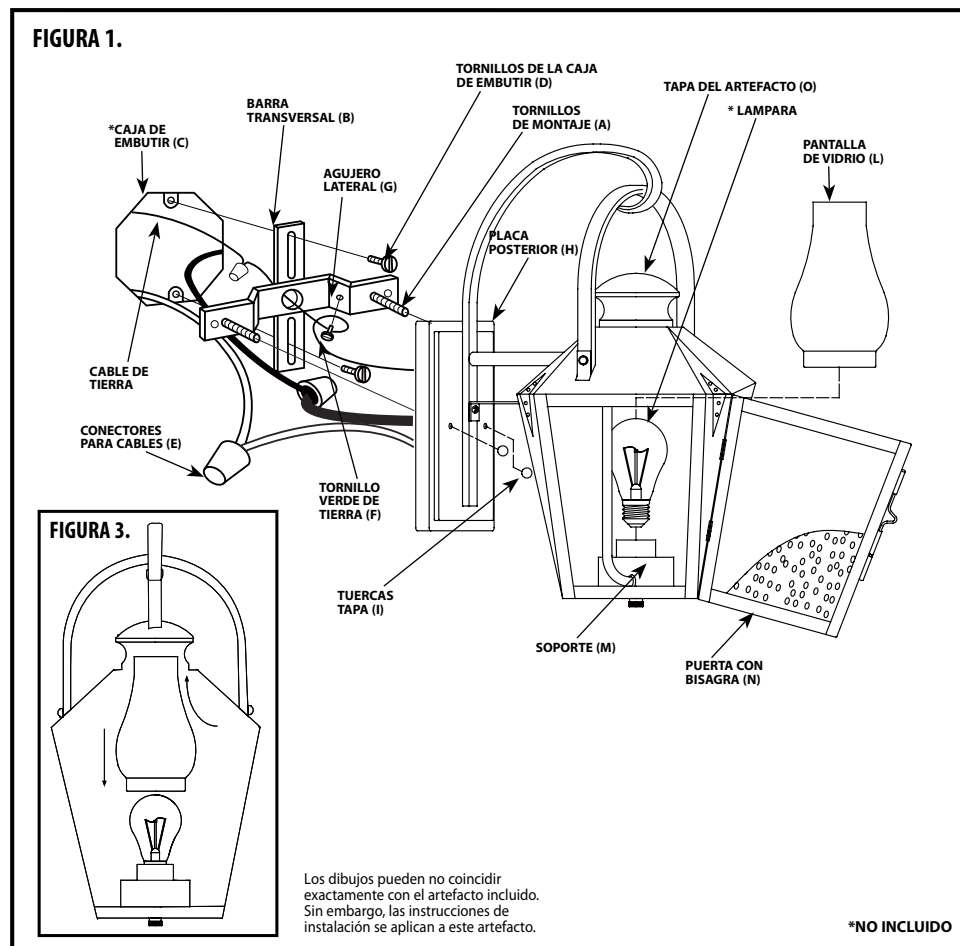

FIGURA 3.
1. Coloque la placa posterior (H) sobre los tornillos de montaje (A).
2. Asegúrela en su lugar con las tuercas tapa (I).
3. Abra la puerta con bisagras (N). Instale la(s) cubierta(s) del(de los) portalámparas, si corresponde.
5. Ponga la pantalla de vidrio (L) por encima de el soporte (M). Nota: Inserte la pantalla de vidrio (L) en la parte superior de la capa del artefacto luminoso (O), baja la pantalla de virio sobre la lámpara (vea la figura 3).
6. Cierre la puerta con bisagras (N).